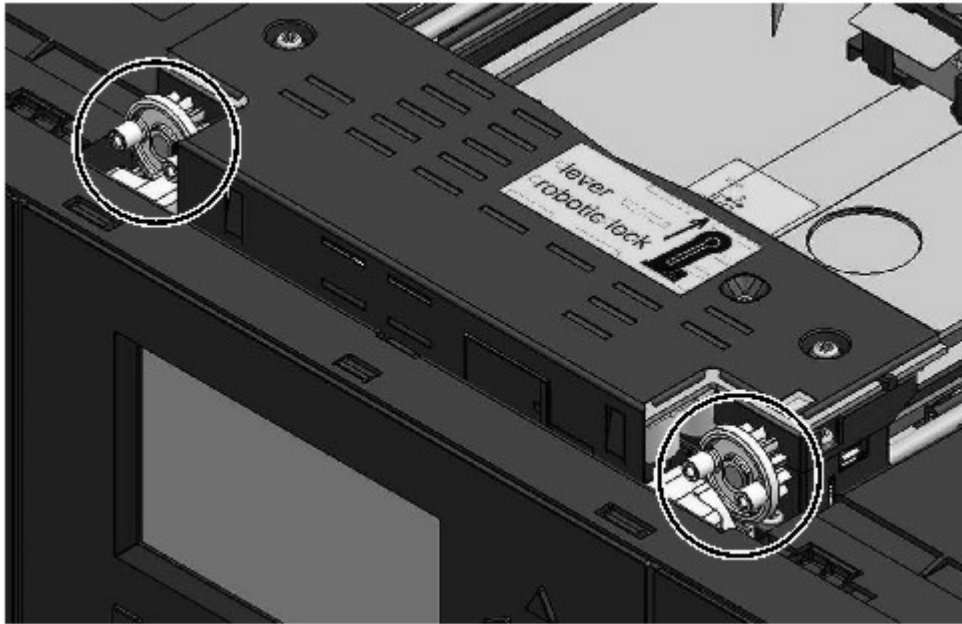

Abbildung 76. Stifte sind horizontal ausgerichtet
1. Jede Ecke des Zugriffsmechanismus verfügt über ein Zahnrad mit zwei hervorstehenden Stiften. Drehen Sie eines der Zahnräder am Zugriffsmechanismus so, dass die zwei Stifte horizontal ausgerichtet sind. Siehe Abb. 76 auf Seite 140.